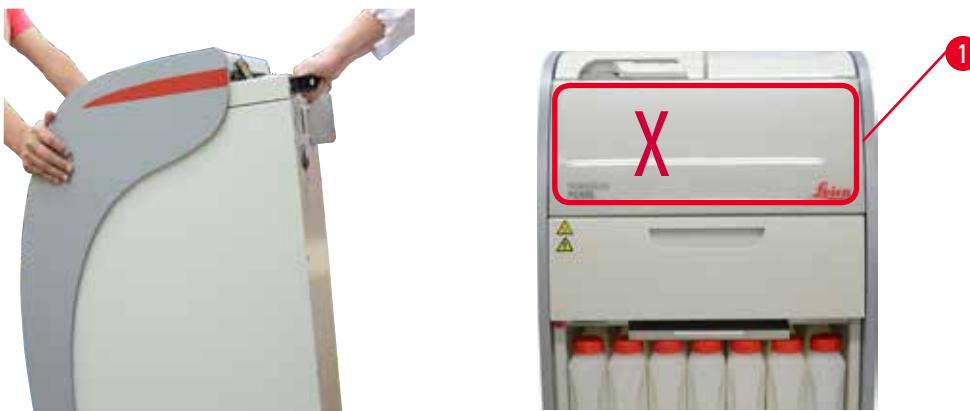

Рис. 5
- » При скатывании прибора один человек должен поддерживать его обеими руками за наружные верхние углы; другой человек должен надежно удерживать заднюю часть прибора обеими руками (→ "Рис. 5").